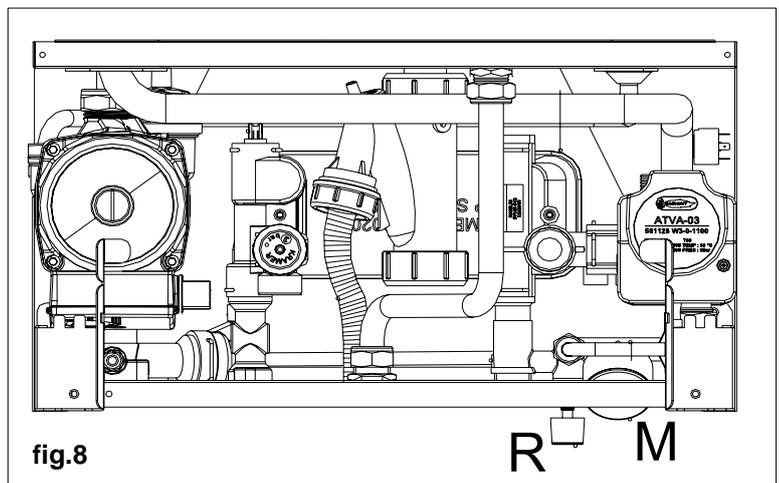

fig.8
- ouvrir également le robinet de remplissage R (fig.8) ;
- au moyen du manomètre M (fig.8), contrôler que la pression de l'installation soit de 1 bar et que le code H20 (voir page 52) n'apparaisse pas sur l'écran du tableau de commande (voir page 9 « Tableau de commande ») ;